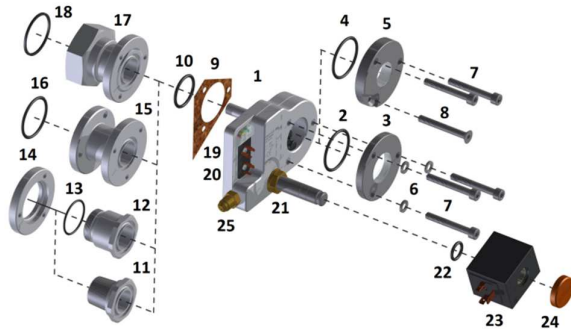

Fig. 1
**General OM3... / OM4.../OM5...: (ver Fig.1)**
**Nota:** El número de soportes corresponde con la leyenda de la Fig. 1.
General OM3... / OM4.../OM5...: (ver Fig.1)
Nota: El número de soportes corresponde con la leyenda de la Fig.1.
Nota: per dettagli, vedere la tabella sotto e la Fig.1,3,4
| 7       | Viti (M6 x 45)                    | 16      | O-ring posteriore adattatore a flangia          | 24      | ASC3-W: Bobina con O-ring & Fermo (arancione, 20.0x3.0 mm)ASC: blu clip (non in Fig. 1) |